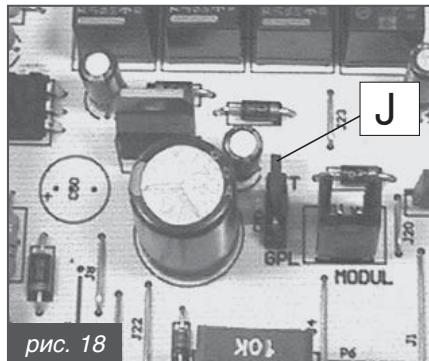

рис. 18
- на электронной плате установить перемычку J MET-GPL в положение GPL (см. рис. 18).
- на электронной плате установить перемычку J MET-GPL в положение MET (см. рис. 18).